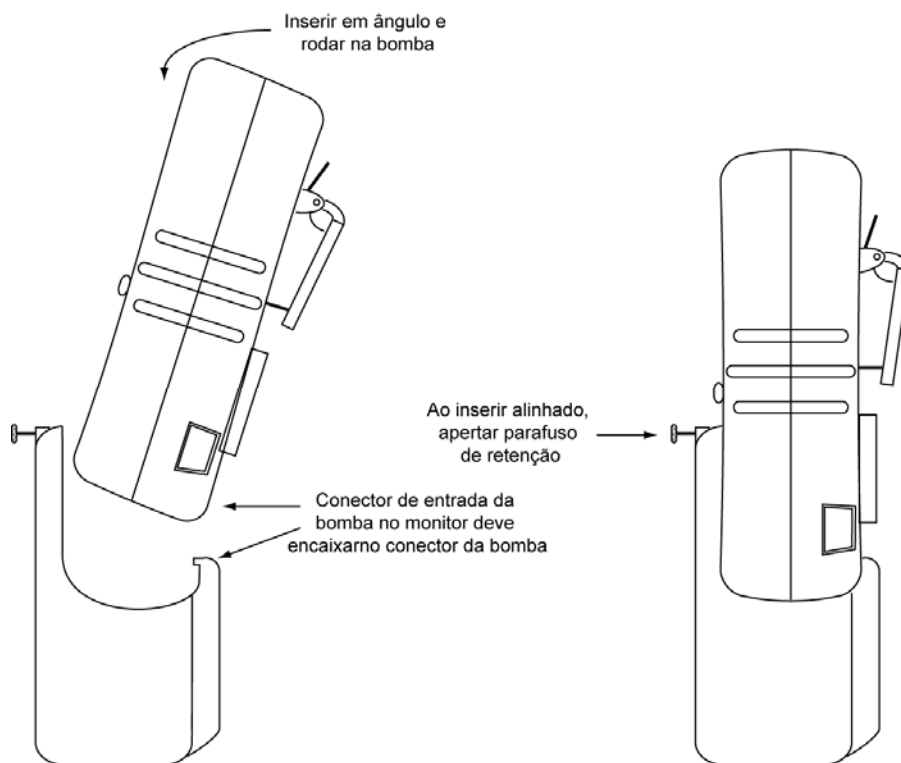

Figura 4-7. Instalação da Bomba
- 1) Ligue a bomba inserindo, em ângulo, o conector traseiro da bomba no conector de entrada da bomba no monitor. Rode a bomba para a frente até esta ficar alinhada com o monitor. Aparafuse o parafuso de retenção da bomba no orifício roscado localizado na parte dianteira do monitor. Consulte a Figura 4-7.